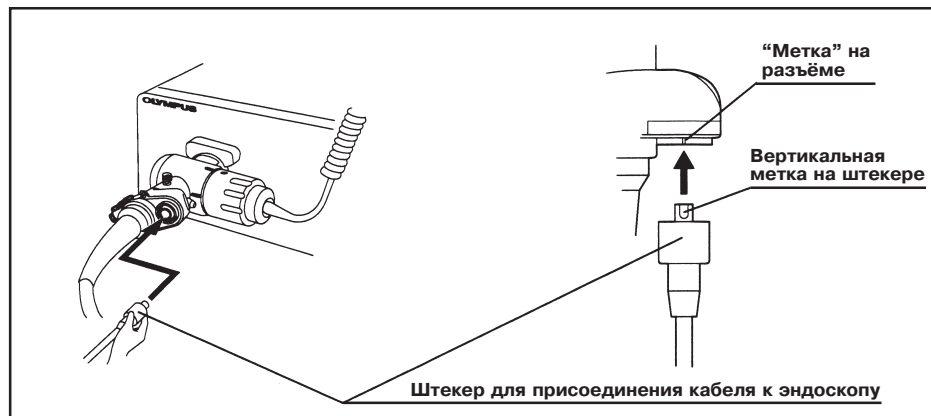

Рис. 3.13
7. Совместите вертикальную метку на боковой поверхности штекера (для соединения с эндоскопом) кабеля управления размером изображения на экране видеомонитора с "меткой" на разъёме для присоединения данного кабеля на коннекторе универсального кабеля эндоскопа. Продвиньте штекер в разъём до упора (только для моделей CF-Q160ZL/I, см. рис. 3.13).